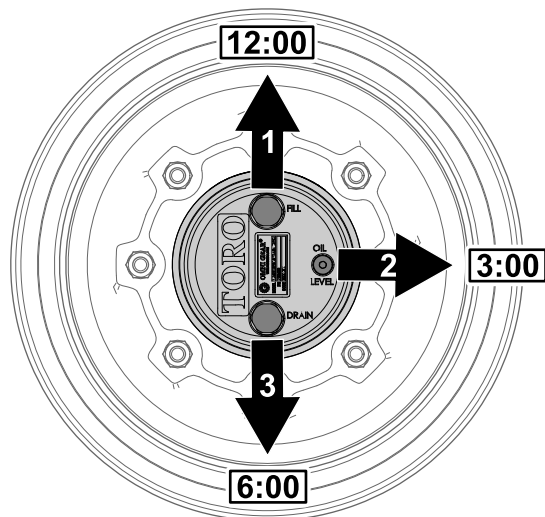

図 104
1. 水平な床面で、補給プラグが時計の 12 時の位置、点検プラグが 3 時、ドレンプラグが 6 時の位置を指すように駐車する 図 104。
2. 3 時の位置にある点検プラグを外す 図 104。
1. 水平な床面で、補給プラグが時計の 12 時の位置、点検プラグが 3 時、ドレンプラグが 6 時の位置を指すように駐車する 図 104 プラネタリギアオイルの点検 \(ページ 68\) を参照。